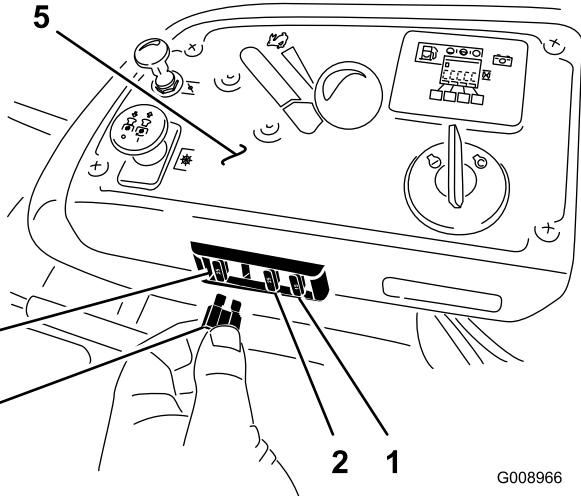

Bild 60
- Die Sicherungen befinden Sie rechts am Armaturenbrett neben dem Sitz (Bild 60).
- Setzen Sie eine neue Sicherung ein (Bild 60).